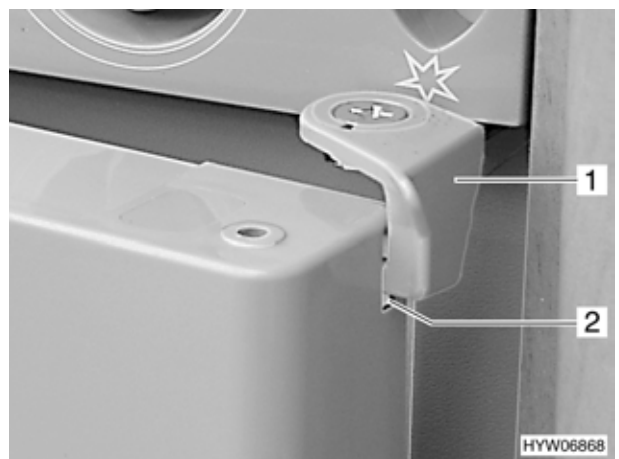

Fig. 136 Porta del frigorifero in posizione di aerazione (variante 1)
- Agganciare la leva di bloccaggio (Fig. 136,1) nell'intaglio (Fig. 136,2) sulla porta del frigorifero. In questo modo la porta rimane ferma in posizione socchiusa.